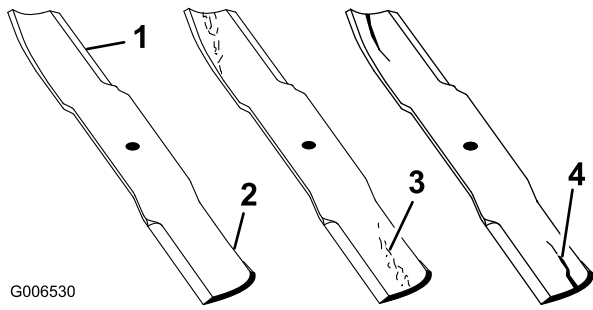

Figure 50
1. Examinez le tranchant des lames (Figure 50). Si les lames coupent mal ou présentent des indentations, déposez-les et aiguissez-les (voir Aiguisage des lames).
2. Inspectez les lames, surtout la partie relevée (Figure 50). Remplacez immédiatement toute lame endommagée, usée ou qui présente une entaille (Figure 50).